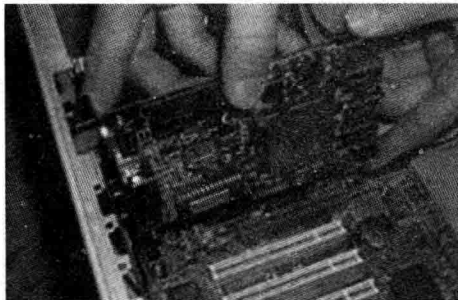

图 6-25 显卡安装
① 确定 AGP(或 PCI-E)显卡插槽的位置,根据 AGP(或 PCI-E)插槽的位置拆除机箱背后相应的防尘片。
② 轻扳住插槽末尾的塑料卡扣,再将显卡对准插槽用力插到底,然后用螺丝将显卡尾部的金属接口挡板固定在机箱后部。如图 6-25 所示。
③ 如果显卡需要单独供电,还要给显卡接上电源。